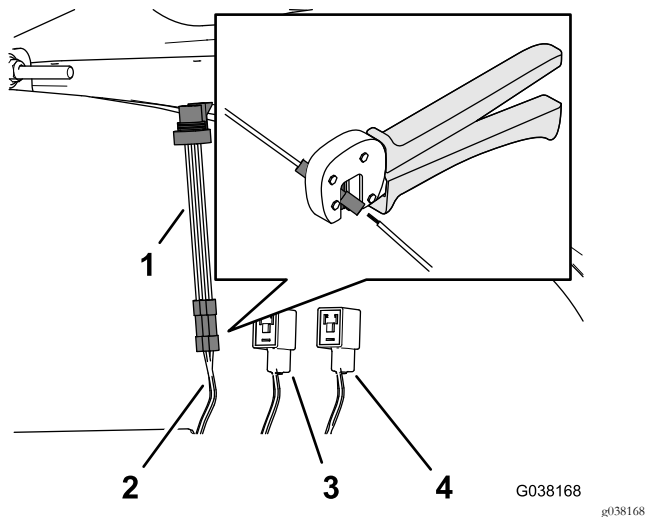

Figura 35
- Centre la herramienta de crimpado sobre el conector de empalme y los cables y crimpe el conector firmemente (Figura 35).